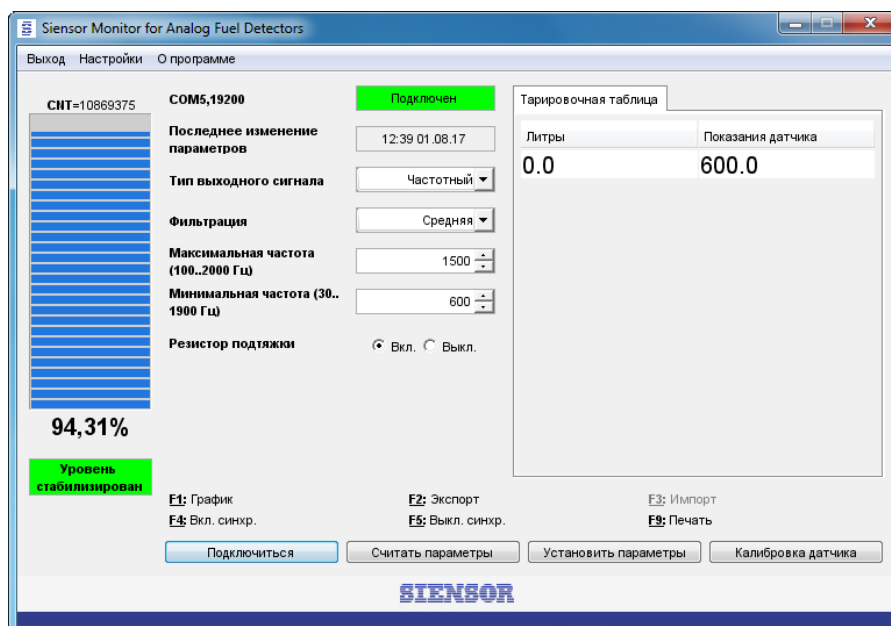
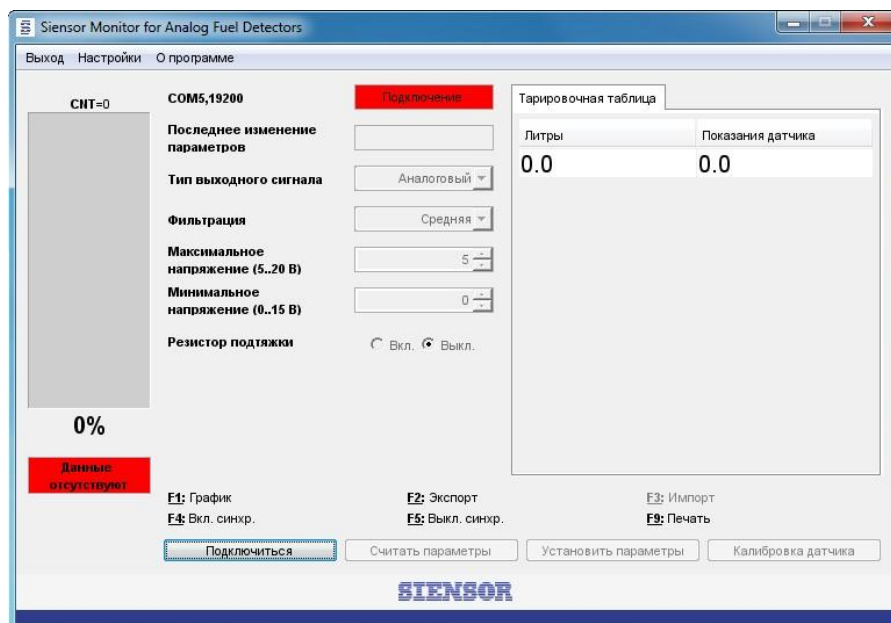

Рис. 2.12 Программа «Siensor Monitor» – главное меню программы
Рис. 2.13 Программа «Siensor Monitor» – отсутствие соединения с датчиком
2. Запустите программу «Siensor Monitor». Откроется главное меню программы (рис. 2.12), в котором отображены текущие настройки подключенного ДУТ. Если соединение с подключенным к ПК датчиком не установлено (рис. 2.13), необходимо произвести настройку подключения.
1. Выберите закладку **Настройки** (рис. 2.12).
В главном окне программы (рис. 2.12) выполните следующие действия:
- 1.** Выберите закладку **Настройки** (рис. 2.12). Настройку необходимо производить в том топливе, в котором данный ДУТ будет работать.